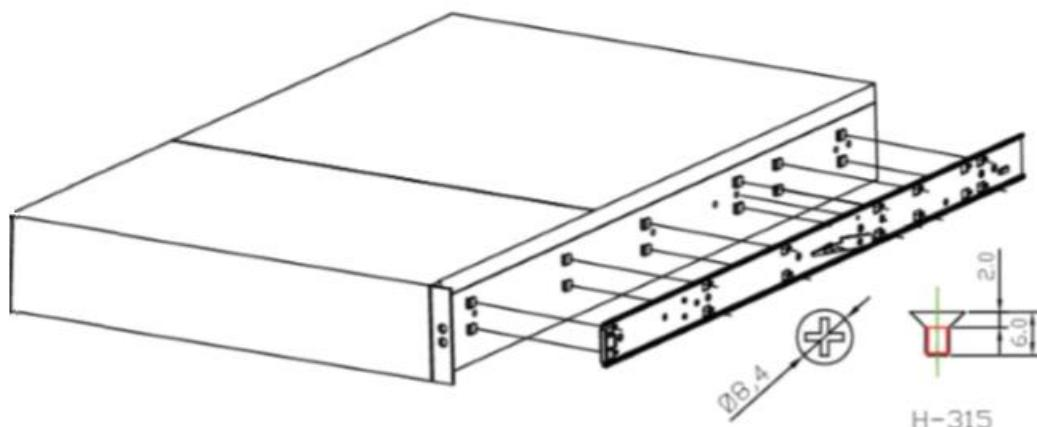

Рисунок 91 - Крепление элементы направляющей к корпусу
- 1) Совместить шасси с прямоугольными вырезами и заранее сформированным штыками на стороне шасси. После того как все штыки правильно войдут в вырезы, закрепить шасси винтами из комплекта поставки (см. Рисунок 91).